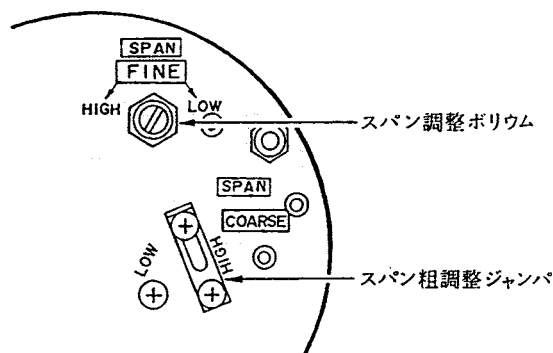

図7.2.1 スパン調整部 (I形アンプユニット)
- ① 測定レンジの0%を正または負方向に遷移している場合は、遷移量を零にします (7.6 項参照)。
- ② スパン粗調整ジャンパ(またはピンコネクタ)をHIGHの位置に固定します (図7.2.1または7.2.2参照)。